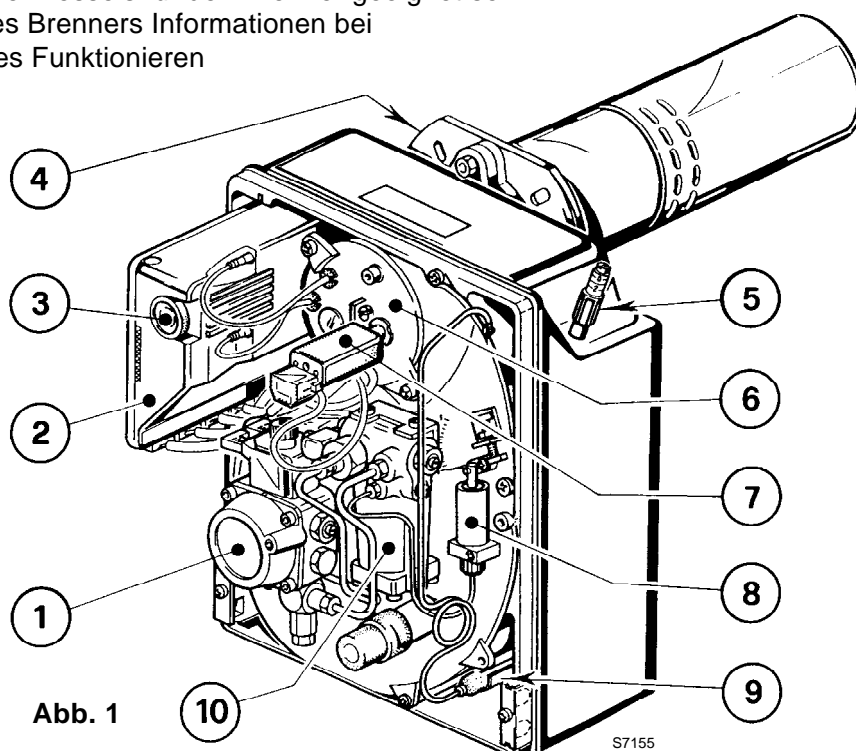

Abb. 1
Un'anomalia, nel funzionamento nella maggior parte dei casi, porta alla accensione della segnalazione all'interno del pulsante di sblocco dell'apparecchiatura di comando e controllo (pos. 3, fig. 1, pag. 1).